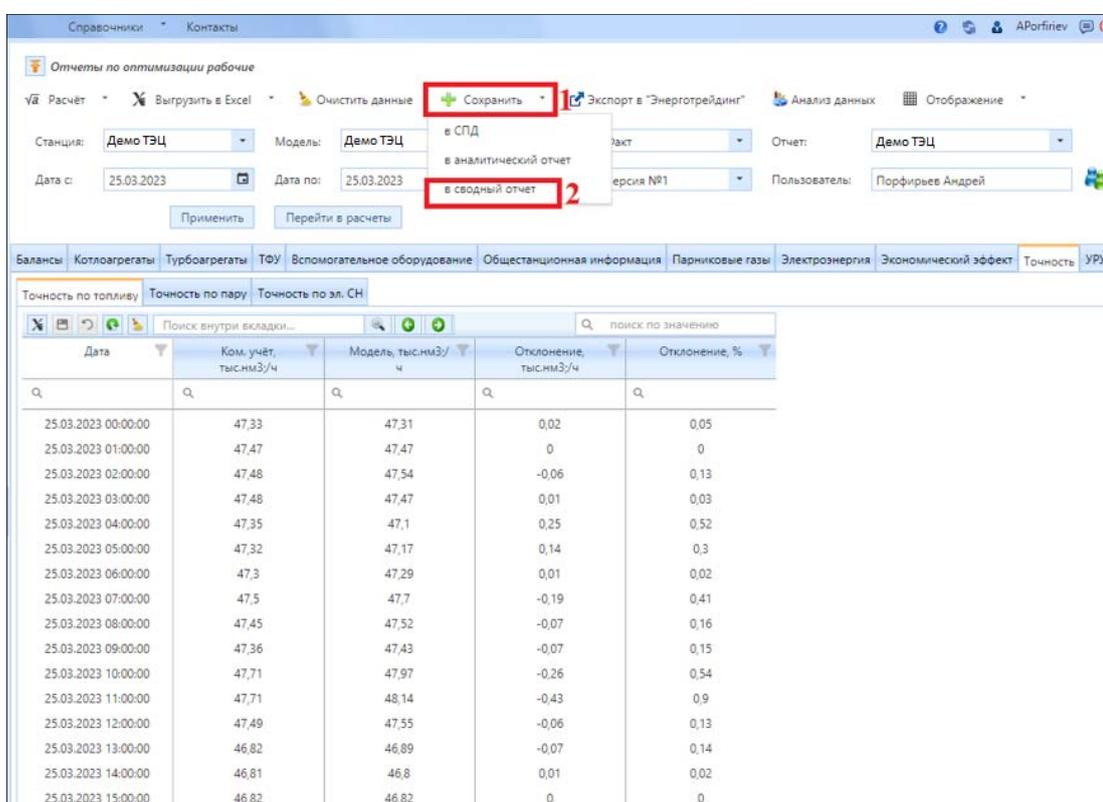

Рисунок 3.3.13 – Навигация кнопки «в сводный отчет» в подразделе «Оптимизационные расчеты рабочие»
2. Раскройте выпадающий список кнопки (1) «Сохранить» (рис. 3.3.13) в верхнем меню подраздела. Нажмите на кнопку (2) «в сводный отчет» (рис. 3.3.13).